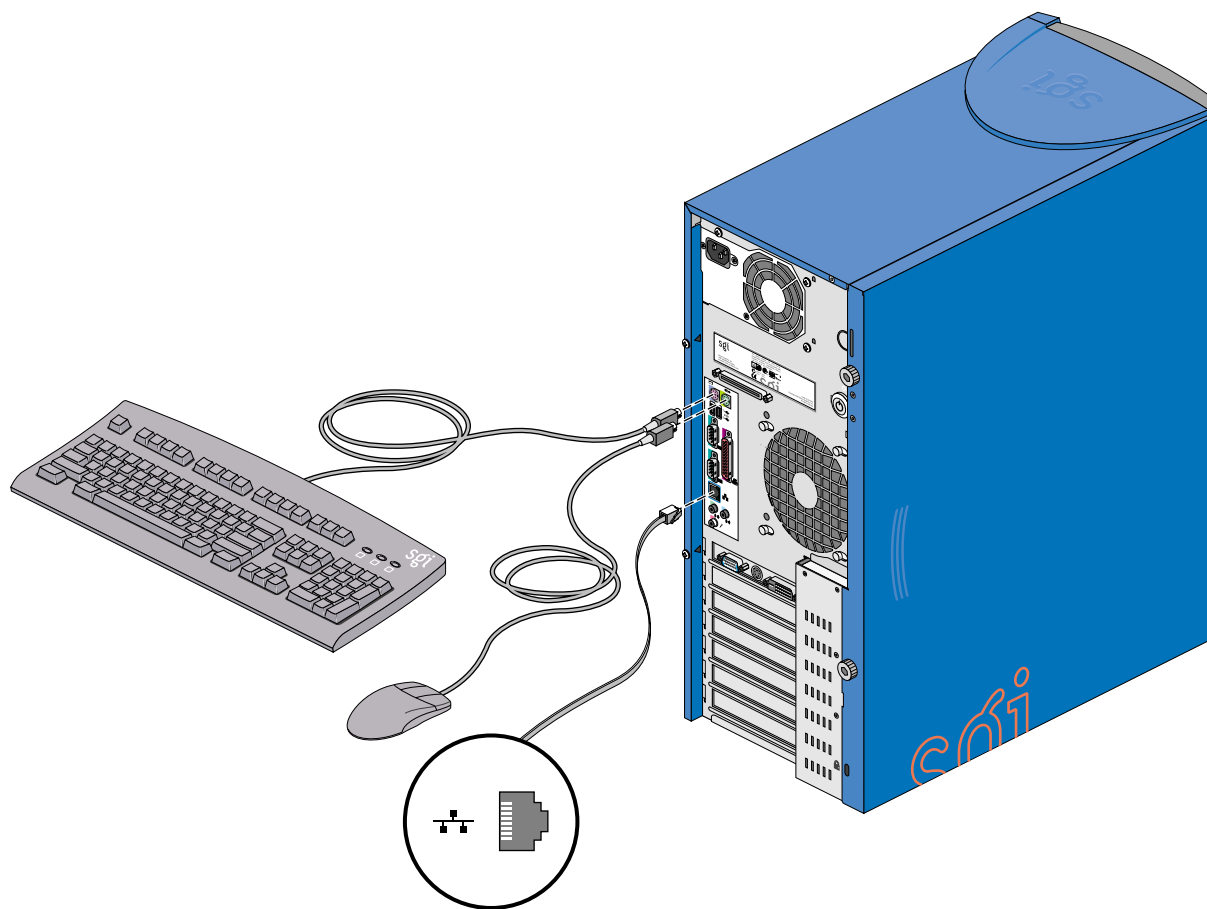

図1-7 キーボード、マウス、Ethernet ケーブルの接続
2. 図1-7に示すように、キーボードとマウスをシステムに接続します。
3. 図1-7に示すように、Ethernet ケーブルをシステムに接続します。搭載されている Ethernet ポートは、10-Base-T Ethernet ネットワーク、または100-Base-TX Ethernet ネットワークで使用でき、適切な速度に自動的に切り替わります。